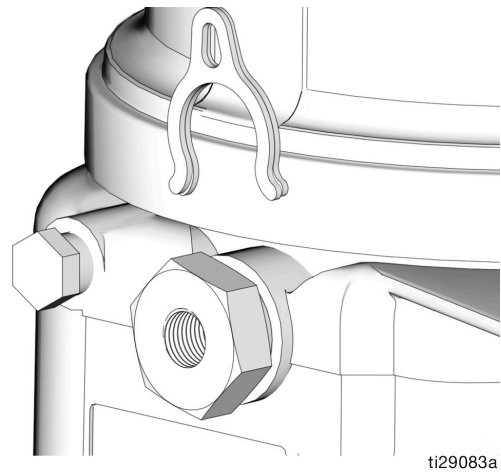

图 21
通过不使用 (0) 垫片、使用 1 或 2 个垫片设置泵容量控制（图 21）。